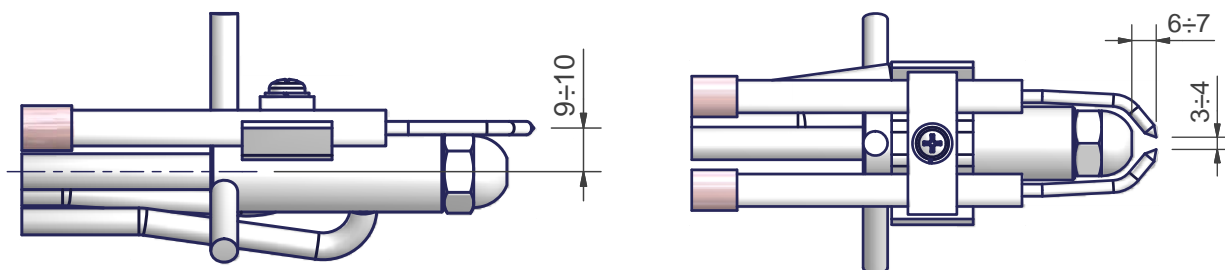

Рис. 35
- Проверить запальные электроды, почистить, при необходимости отрегулировать или заменить. (Рис. 35);